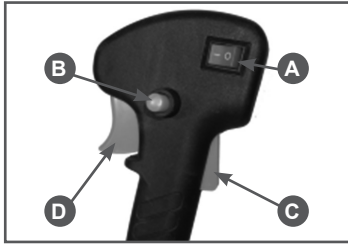

Рис. 11 Рукоятка управления
- Установите выключатель зажигания А в положение «I» (Рис. 11).
- Нажмите одновременно на стопорный рычаг С и рычаг газа D. Зафиксируйте рычаг газа в нажатом состоянии кнопкой В (Рис. 11).
9. После запуска переведите рычаг газа в режим холостого хода. Для этого необходимо быстро нажать и отпустить рычаг газа D (кнопка блокировки В при этом освободится) (Рис. 11). Прогрейте двигатель в течение 30 секунд.
4. Переверните устройство свечным отверстием вниз и зафиксировав рычаг газа в нажатом состоянии кнопкой В (Рис. 11), несколько раз сильно и часто дерните за ручку стартера для удаления лишнего топлива из цилиндра.
2. Дайте двигателю поработать без нагрузки в течение 15-20 секунд, затем заглушите двигатель, установив выключатель зажигания А (Рис. 11) в положение «О» (ВЫКЛЮЧЕНО).